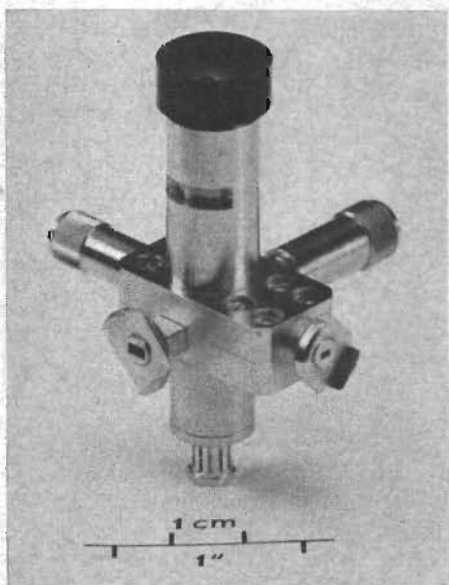

Fig 3
Genom att använda övertoner från pulshade magnetroner har man lyckats framställa 1,1 mm våglängd (1)1. Ännu kortare vågor, av storleksordningen tiondels mm, s.k. submillimetervågor eller ultrakortvågor, kan framställas genom frekvensmultiplicering med hjälp av spetsdioder av kisel eller germanium. Som generator användes då för grundfrekvensen reflexklystroner eller carcinotroner på centimeter- eller millimetervågsbandet. Verkningsgraden beror på primäreffekten, men kan uppgå till ca 10 %. För högre övertoner sjunker verkningsgraden till någon procent. Med denna metod har man hittills lyckats framställa monokromatiska vågor ned till 1/2 mm våglängd (2) med en intensitet som räcker till för spektroskopiska undersökningar av gaser. Fig. 3 visar en sådan övertongene-